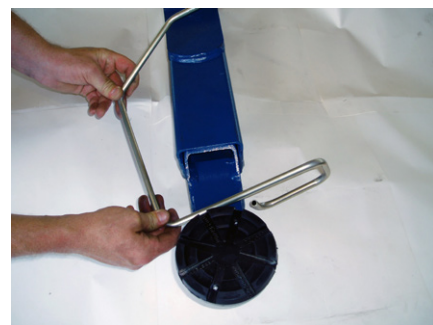

Figure 25
1. Accrocher l'arceau écarteur à l'extrémité de la section télescopique. (Figure 25)